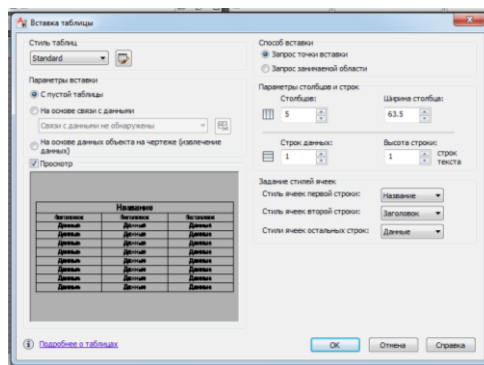

Рисунок 2.32 – Вкладка «Вставка таблицы»
- 2) На вкладке «Вставка таблицы» задать параметры: количество строк, столбцов, высота и ширина строки и столбца (рисунок 2.32).